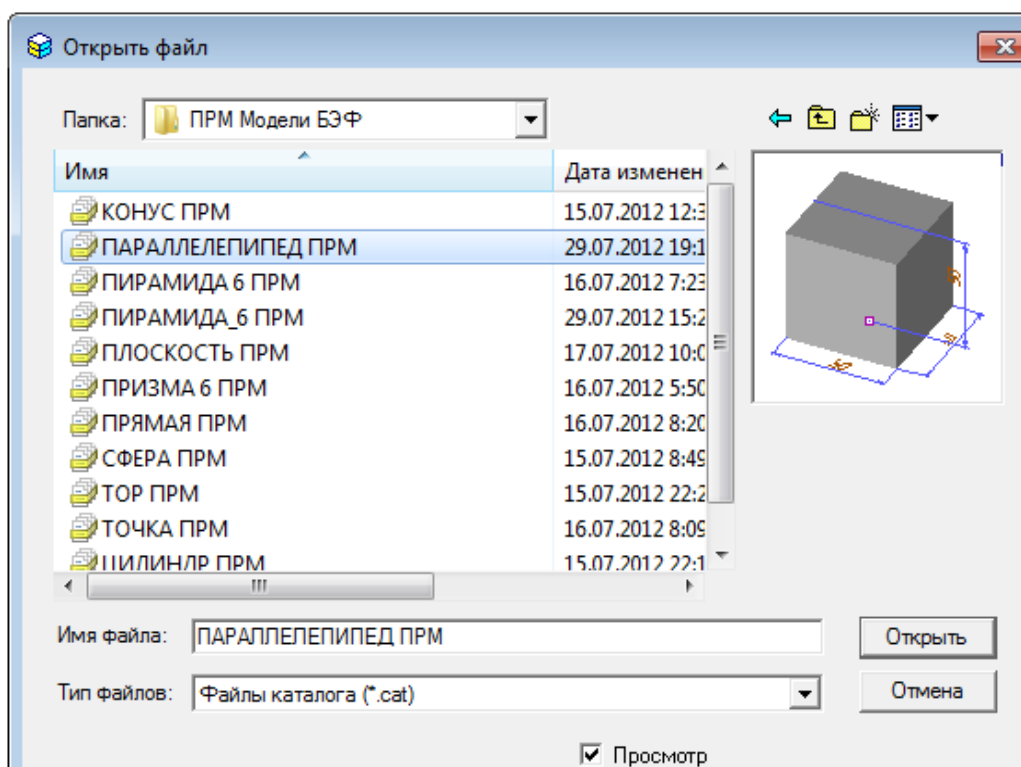

Рисунок.1.2 - Список параметрических моделей БЭФ
1. Последовательно нажмите на кнопку **Чтение Фрагмента** (  ), выберите папку **ПРМ Модели БЭФ, Параллелепипед ПРМ, Открыть** (рисунок 1.2).